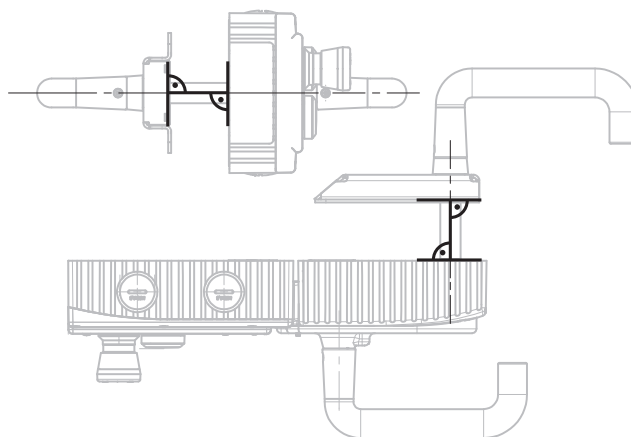
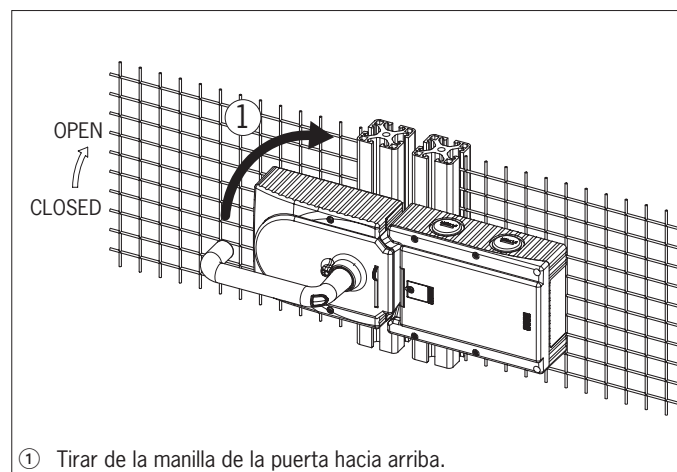
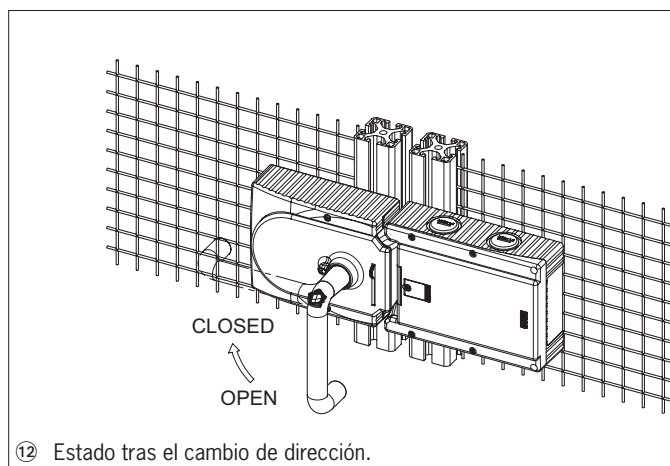

Figura 7: Ejemplo de montaje para puertas con sujeción a la derecha (representación esquemática)
Figura 8: Cambio de la dirección de accionamiento, paso ①
Figura 13: Cambio de la dirección de accionamiento, estado final
- Alinee el eje del dispositivo de desbloqueo antipánico en ángulo recto con el módulo con manilla. Véanse la *Figura 4* y la *Figura 7*.
Para los pasos de montaje, consulte la *Figura 7* y de la *Figura 8* a la *Figura 13*.
- El sistema se monta de forma invertida para las puertas con sujeción a la izquierda. Es decir, el resguardo de seguridad se abre presionando hacia arriba la manilla de la puerta (consulte la *Figura 8*). Por este motivo es necesario cambiar la dirección de accionamiento de la manilla (véanse de la *Figura 8* a la *Figura 13*).